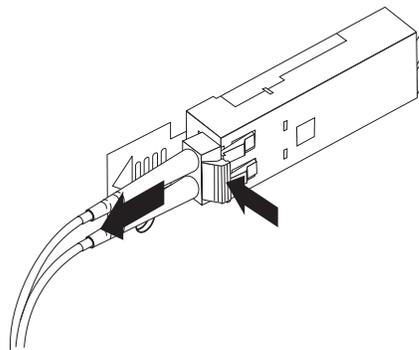

図 33. LC-LC ファイバー・チャンネル・ケーブルの取り外し
2. 図 33 に示すように、ケーブルのレバーを押し下げるときは、コネクタを慎重に引っ張って、SFP モジュールからケーブルを取り外します。